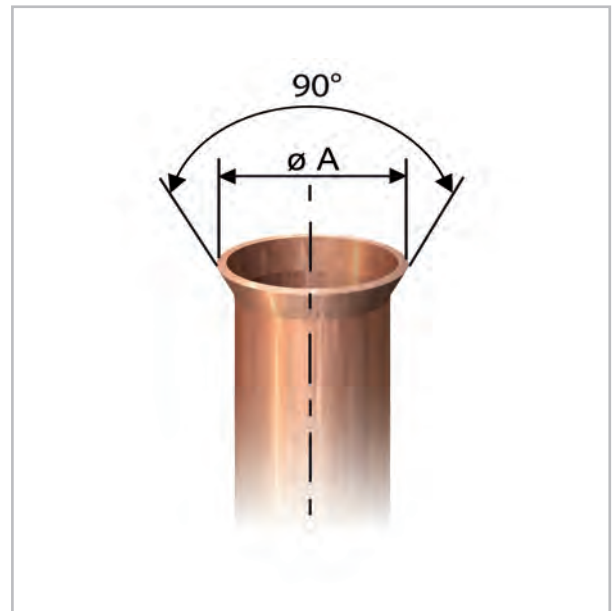

Abb. 33: Korrekte Bördelform
9. ➤ Überprüfen Sie, ob der Bördel eine korrekte Form aufweist (Abb. 33).